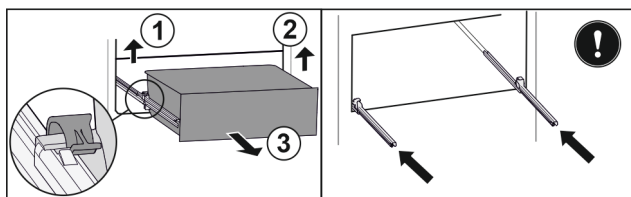

Fig. 132
- ▶ Zvedněte levou svorku a současně vytáhněte zásuvku vlevo dopředu. Fig. 132 (1)
- ▶ Zvedněte pravou svorku a současně vytáhněte zásuvku vpravo dopředu. Fig. 132 (2)
- ▶ Vyjměte zásuvku dopředu. Fig. 132 (3)